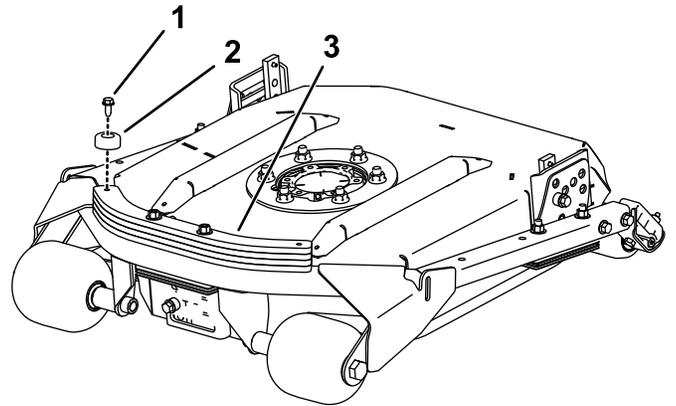

Bild 3
3. Befestigen Sie den Gummipuffer mit der Blechschraube so an der Seite der Ballastplatte, dass er der Mitte der Maschine am nächsten ist (Bild 3).